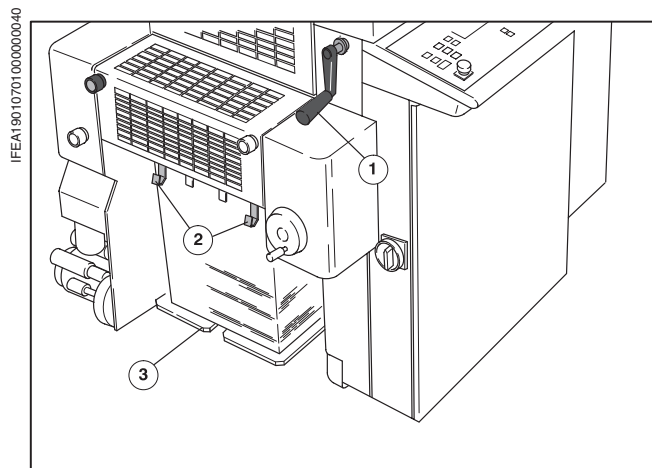

Рис. 8 Стапель на приемке
- ❶ Поднять передние упоры листов (Рис. 8/❷).
- ❷ Выдвинуть полную стапельную тележку (Рис. 8/❸) из приемки.
- ❸ Задвинуть пустую стапельную тележку в приемку и поднять ее с помощью кривошипной рукоятки (Рис. 8/❶).
- ❹ Откинуть передние упоры листов (Рис. 8/❷) вниз.
- ❺ Возобновить программу печати, нажав кнопку "ПЕЧАТЬ ТИРАЖА".